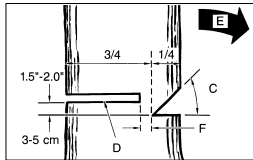

Abb. 13
**ALLGEMEINE RICHTLINIEN FÜR DAS FÄLLEN VON BÄUMEN (Abb. 13)**
**ACHTUNG:** Treten Sie nie vor einem Baum, der eingekerbt ist. Führen Sie den Fällschnitt (D) auf der anderen Seite des Baumes ca. 3-5 cm oberhalb der Kerbkante (C) aus (Abb. 13).